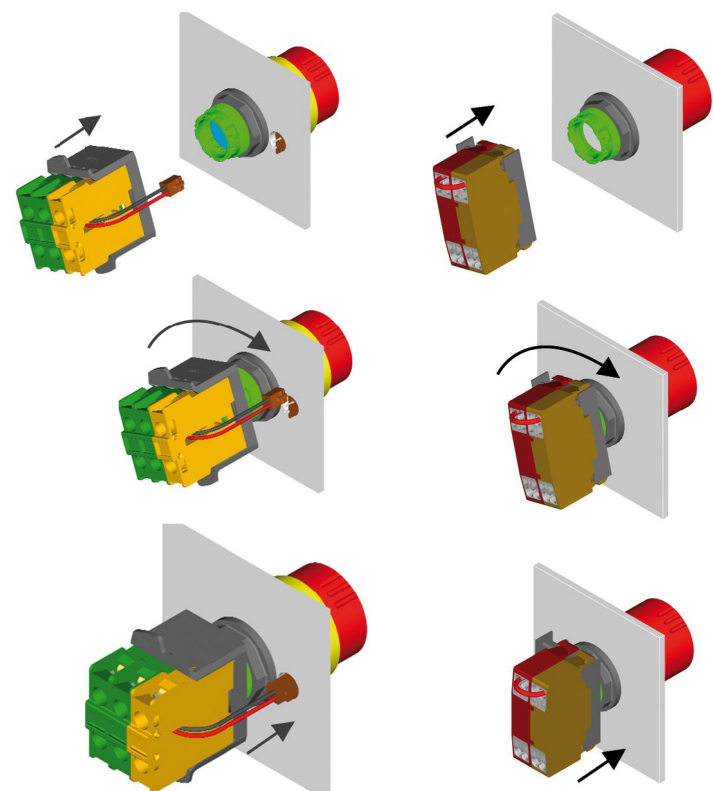

Abbildung 3a: Montageskizze MT... Abbildung 3b: Montageskizze DT..., DST..., DM...
- 4) Kontaktgeber auf den Betätigerhals aufstecken und durch Drehbewegung (MT..., DT..., DST..., DMS..., DMT..., ET...) (Abbildung 3a, 3b) oder Druck (AT..., BT..., PTF..., FRFT...) (Abbildungen 5-8) aufrasten. Sonderfälle: Die Kontaktgeber PTP... werden aufgesteckt und mittels eines durch die Leiterplatte hindurch zu drehenden Riegelchen am Betätiger verrastet (Abbildung 9). *2)